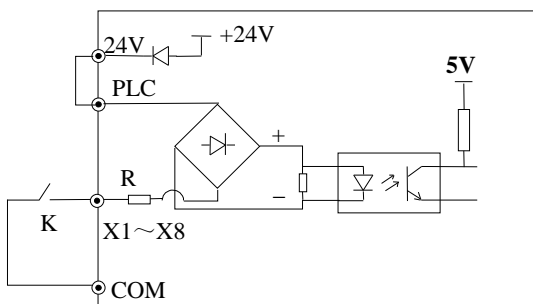

图 2-20 使用内部24V电源的连线方式（31R5PB~35R5PB仅有X1~X5）
1) 用变频器内部的24V电源，接线方式如图2-20（注意：PLC与24V端子间的连接线应可靠连接）。